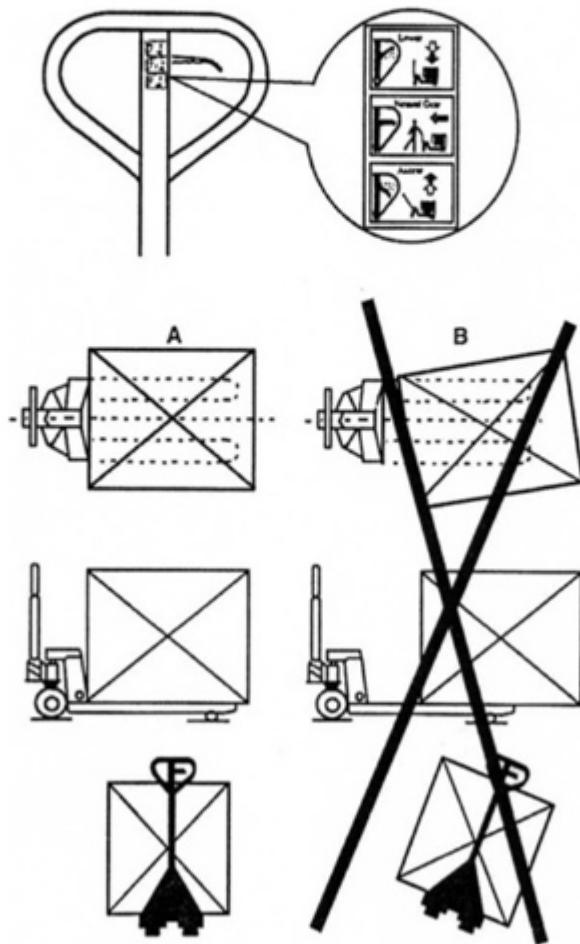

Рисунок 5. Расположение груза.
- Не перегружайте тележку. Грузоподъёмность изделия указана для груза, распределенного равномерно, центр тяжести которого приходится на середину вил. (Рисунок 5).